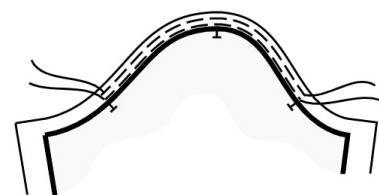

Figura 1)
- Spingere verso il basso i dentini del lato sinistro della cerniera con l'unghia dell'indice e infilarli nell'apposita scanalatura del piedino per cerniera. Assicurati di aprire un po' la spirale della cerniera con l'unghia, in modo da poter vedere la futura linea di cucitura. Regola la posizione dell'ago e cuci la cerniera vicino ai denti. Assicurati che la linea del punto sia esattamente al centro della linea posteriore. Fermarsi a 2 cm dal cursore. Lascia i fili lunghi, tirali verso l'interno, fai un nodo e taglia il filo. (Vedi Figura 1)